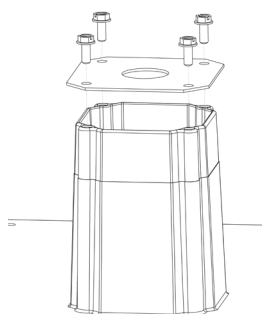

FIGURE 1
- Enlevez la plaque d'accès existante de l'appareil ECB (Voir figure 1)